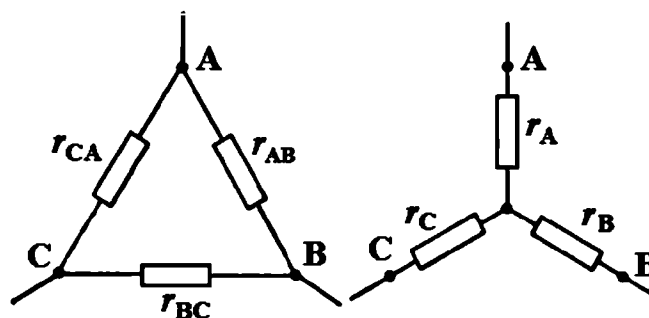

Рис. 1.2. Схемы соединения сопротивлений «треугольник» и «звезда»
1. Типовые схемы соединений «звезда» и «треугольник» приведены на рис. 1.2.